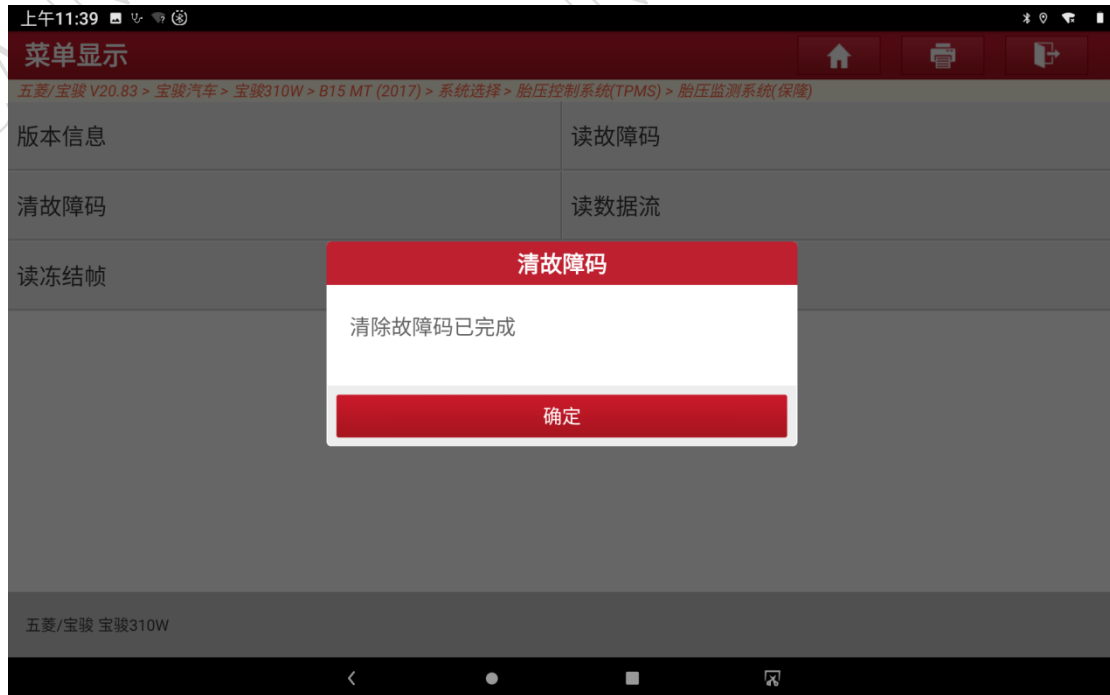

图 14
14. 四个胎压传感器 ID 全部写入完成后，返回到系统功能界面执行清故障码功能，如图 14：